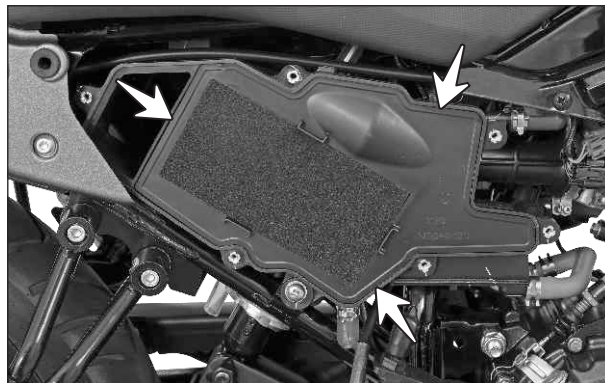

Fig. 2.17
- Retire completamente el filtro de aire junto con la espuma. (Fig. 2.17)